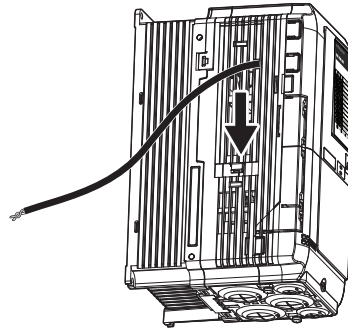

Figura 4.32 Recolocando a Tampa do Conector (2)
4. Deslize a tampa do conector de volta no lugar, como mostrado na Figura 4.32.